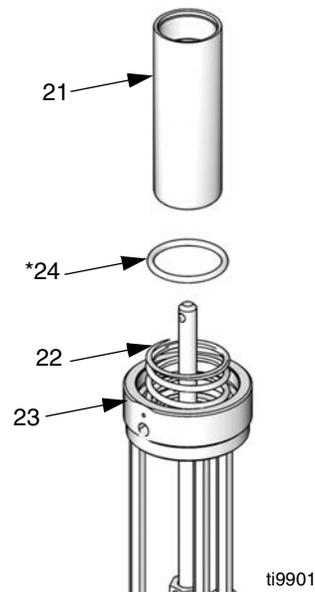

FIG. 16
- Deslice el pistón neumático (21) fuera de la parte superior de la base del motor neumático (23). Retire la junta tórica (24\*) de la base del motor neumático. Inspeccione todas las piezas, incluido el muelle (22) de la base del motor neumático en busca de daños. Vea FIG. 16.